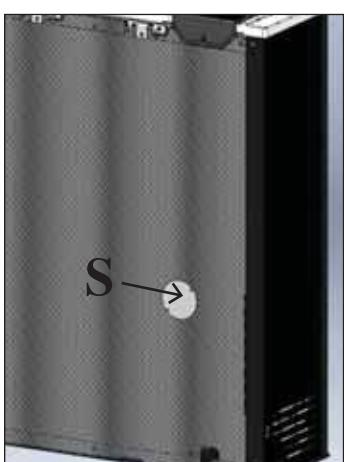

Abb. 18
Es ist wichtig, dass hinter dem Ofen ein Lufteinlass vorbereitet wird, der ins Freie führt. Der nutzbare Mindestquerschnitt dieser Öffnung muss 80 cm^2 betragen, um eine ausreichende Luftversorgung für die Verbrennung zu gewährleisten. Für den Anschluss der Leitung befindet sich an der Rückseite des Ofens eine mit einem Deckel verschlossene Öffnung (S-Abb. 18). Den Deckel (S) abnehmen und an der linken Vorderseite des Ofens (ohne Verkleidungsblech) eine (nicht im Lieferumfang enthaltene) Schlauchleitung aus gewellten Aluminium auf den Stutzen des externen Lufteinlasses setzen (T - Abb. 19-20). Diese Leitung um sich selbst drehen und durch die Bohrung (U - Abb. 21) an der Rückseite hindurch ins Freie verlegen. Der ins Freie führende Lufteinlass muss bei Wandmontage des Ofens vorbereitet werden. Es ist erforderlich, den Lufteingang mit einem Netz zu schützen, wobei ein freier Querschnitt von mindestens 12 cm^2 gewährleistet sein muss. Die Lufteinlassleitung darf nicht länger als 1 Meter sein und keine Krümmungen aufweisen. Sie muss mit einem Abschnitt enden, der um 90° nach unten geneigt oder mit einem Windschutz ausgestattet ist.